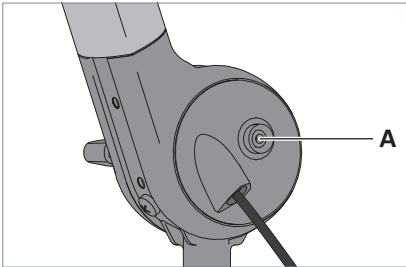

Fig. 5: Botón pulsador para cable de toma de tierra.
- ▶ Conecte un extremo del cable de toma de tierra incluido en el volumen de suministro al botón pulsador, véase Fig. 5.